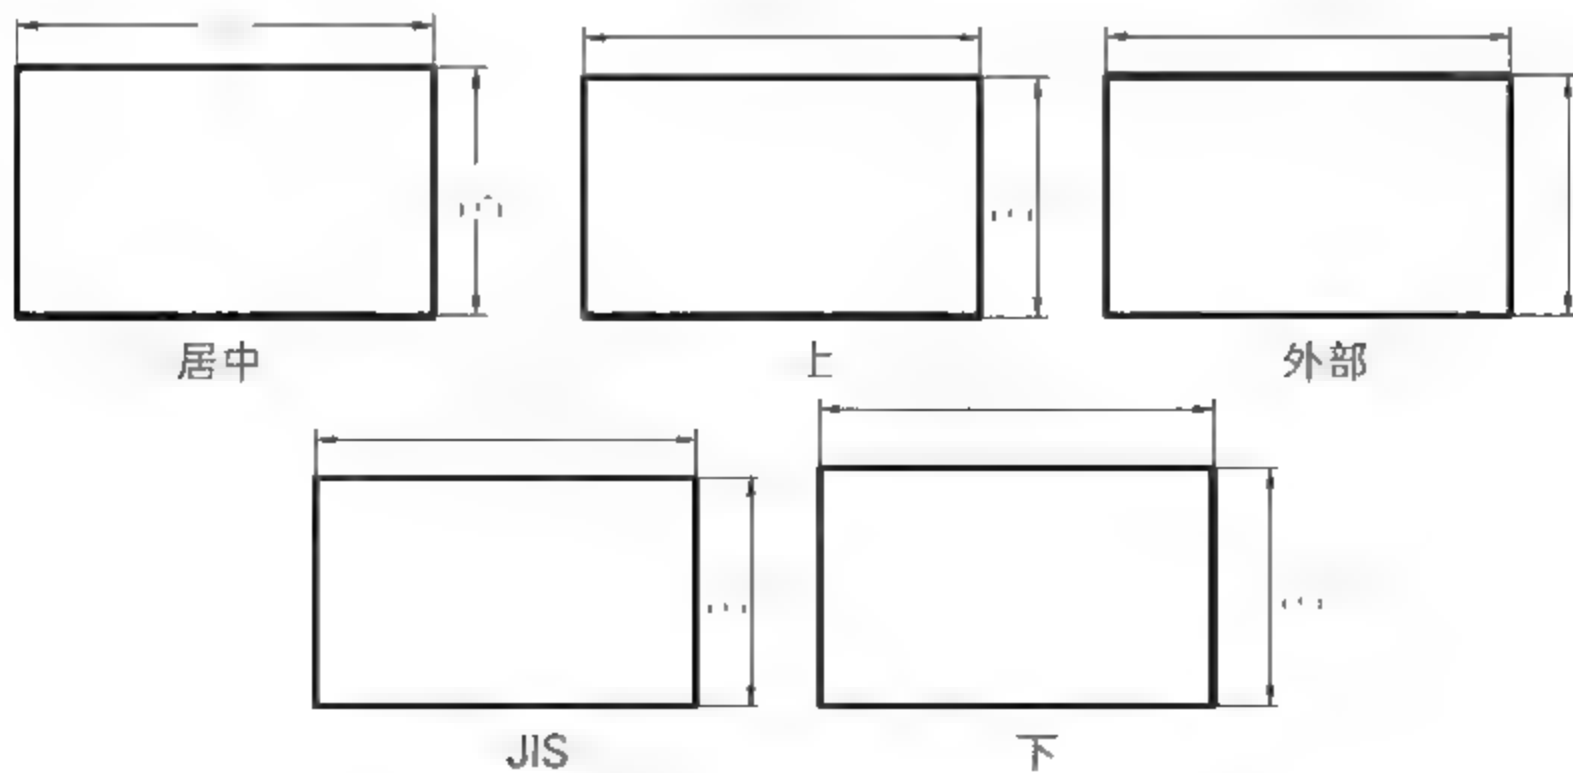

图5-27 文字在垂直方向上的位置效果
- 垂直：用于设置标注文字相对于尺寸线在垂直方向的位置。【垂直】下拉列表中有【居中】、【上】、【外部】和JIS等选项。选择【居中】选项可以把标注文字放在尺寸线中间；选择【上】选项将把标注文字放在尺寸线的上方；选择【外部】选项可以把标注文字放在远离第一定义点的尺寸线一侧；选择JIS选项则按JIS规则（日本工业标准）放置标注文字。设置标注文字后的各种效果如图5-27所示。